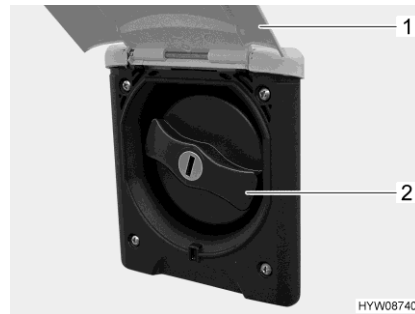

Bild 100 Verschlussdeckel (Trinkwasser-Einfüllstutzen)
- Außenklappe (Bild 100,1) nach oben schwenken.
- Blauen Verschlussdeckel (Bild 100,2) eine viertel Umdrehung drehen.